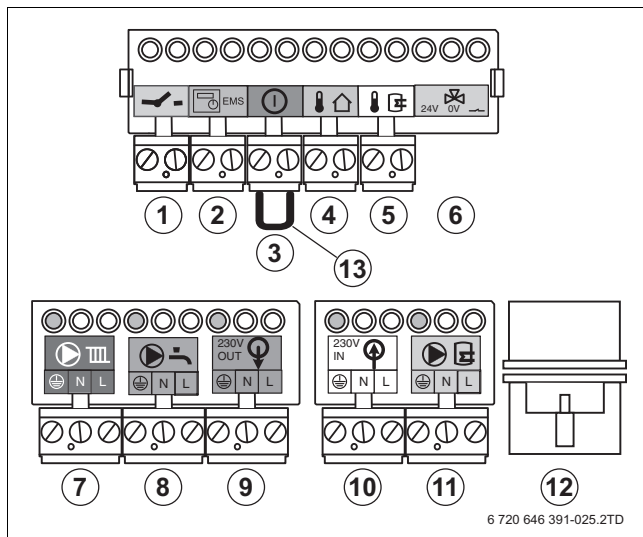

Bild 33 Klemmleisten
- Ein-/Aus-Raumtemperaturregler auf Anschlussklemme —— anschließen (→ Bild 33, [1]).
- Brücke auf Anschlussklemme ① entfernen (→ Bild 33, [3]).
- Außentemperaturfühler auf Anschlussklemme  anschließen (→ Bild 33, [4]).
- Speichertemperaturfühler auf Anschlussklemme  anschließen (→ Bild 33, [5]).
- 24 VDC 3-Wege-Ventil auf Anschlussklemme  anschließen (→ Bild 33, [6]).
Die 230-Volt-Anschlüsse (→ Bild 33, [7 bis 12]) sind für elektrisches Zubehör in den Heizungsanlagen nutzbar. Jeder Anschluss hat eine maximal zulässige Leistungsaufnahme von 250 W.
- Zirkulationspumpe auf Anschlussklemme  anschließen (→ Bild 33, [8]).
- Die Heizungspumpe auf Anschlussklemme  anschließen (→ Bild 33, [9]).